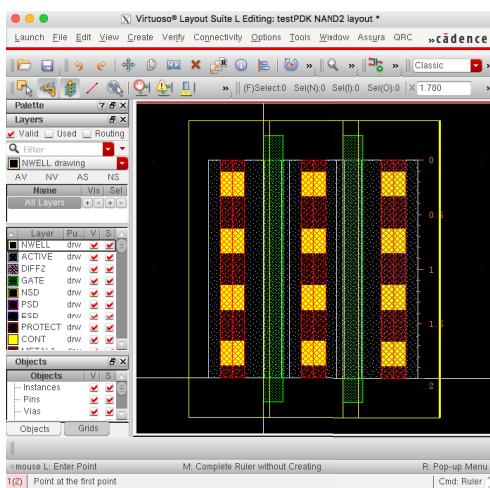

図 14: 二つ目の NMOS を置いたところ
8. 次にもう一つの NMOS トランジスタを i キーを使って呼び出す。今回は最初から Create Instance ウィンドウ上で Width 欄に  $2\mu$  と入力する。（先ほど修正したので自動的に  $2\mu$  と入っているかも知れない。）先に置いた NMOS と、Source/Drain がぴったり重なるように置く。デフォルトの状態だとクリックできる位置のグリッドが粗く、ぴったり重ならないかも知れない。その時は、数字の 1 キーや 2 キーを押してグリッドの設定を変更する事ができる。ここでは一度 2 キーを押してみると、ぴったり合わせることができる。置いた結果を図 14 に示す。